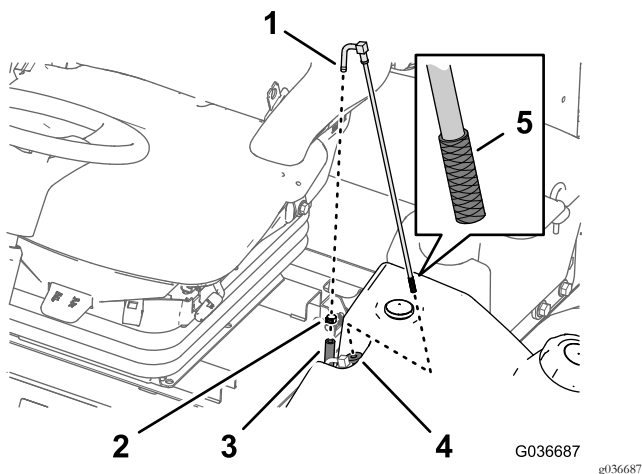

Bild 44
1. Entfernen Sie die Schlauchklemme, mit der der Kraftstoffzulaufschlauch am Anschlussstück des Kraftstoffansaugschlauchs befestigt ist (Bild 44).
2. Schließen Sie den Schlauch vom Anschlussstück ab (Bild 44).
3. Nehmen Sie den Kraftstoffansaugschlauch vom Kraftstofftank ab (Bild 44).
4. Reinigen Sie das Sieb am Ende des Kraftstoffansaugschlauchs (Bild 44).
5. Stecken Sie den Kraftstoffansaugschlauch durch die Gummibüchse in den Kraftstofftank (Bild 44).